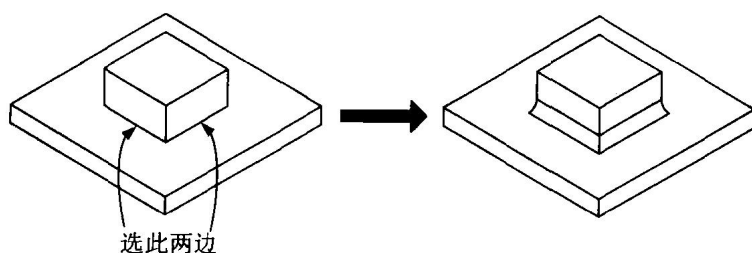

图 1.12
- **One By One(依次):** 选取一个或多个单一的边 (Edge) 或曲线 (Curve) 为欲倒圆角的边, 例如, 图 1.12 是以 Edge Chain → One By One 的方式选两个边做圆角。